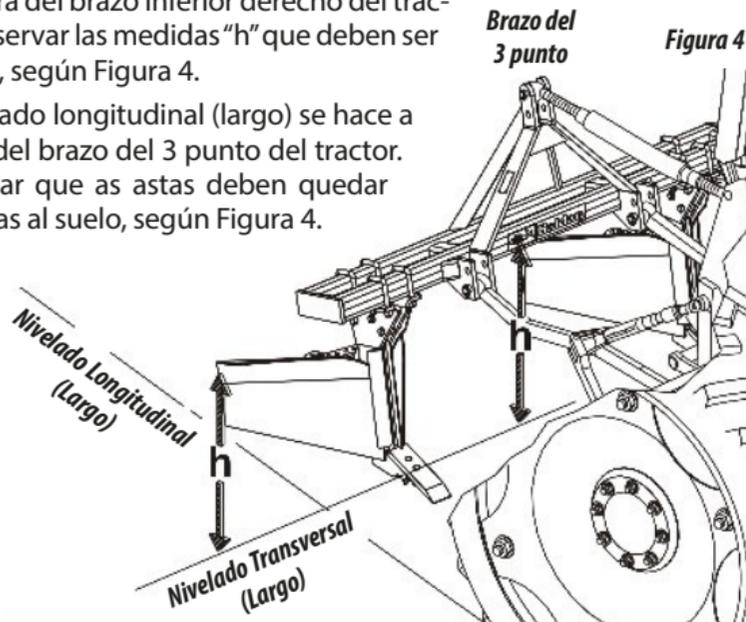

Figura 4
- 08 - El tractor debe estar en lugar plano; enseguida nivelar el surcador en el sentido transversal (ancho) a través de la palanca reguladora de altura del brazo inferior derecho del tractor. Observar las medidas "h" que deben ser iguales, según Figura 4.
- 09 - El nivelado longitudinal (largo) se hace a través del brazo del 3 punto del tractor. Observar que las astas deben quedar paralelas al suelo, según Figura 4.